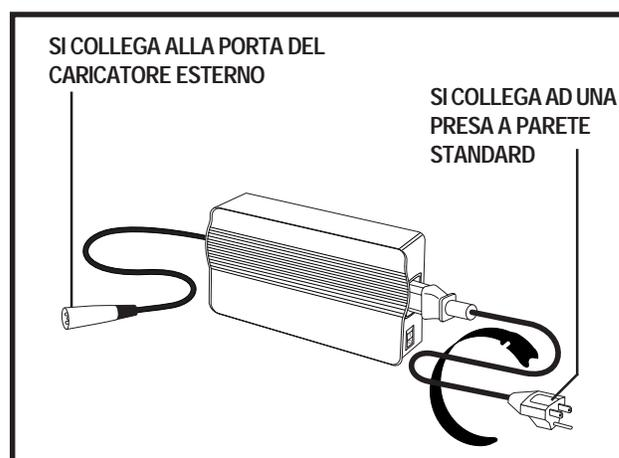

Figura 12A. Caricatore batteria esterno
4. Inserire il cavo di alimentazione del caricatore a 3 spinotti nella porta del caricatore esterno. Vedere figura 12A.